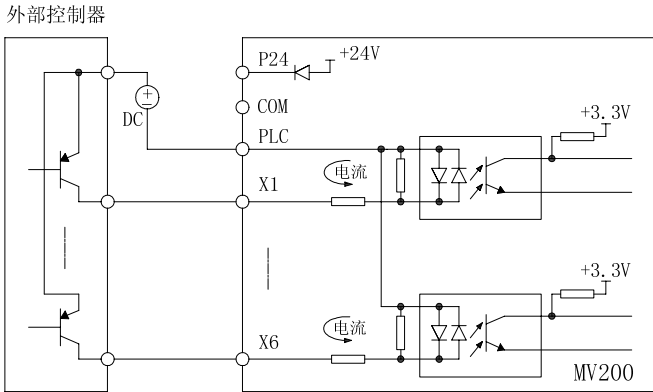

图3-16 使用外部电源的漏极连接方式
4) 使用外部电源，漏极输出（注意：必须去除用户端子上 PLC 与 P24 间的短接片），连接方式如图 3-16 所示。